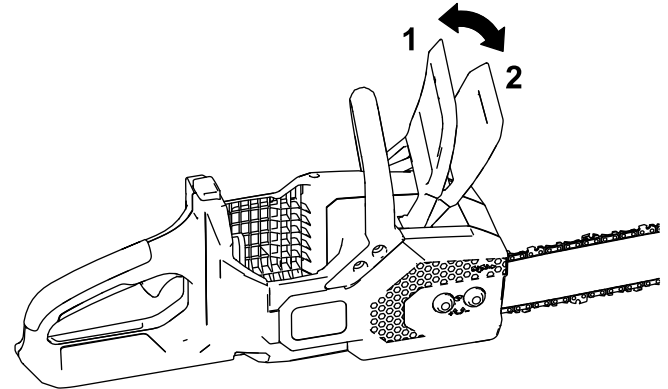

Figura 28
1. Ponga el freno de la cadena moviendo el freno de la cadena hacia adelante a la posición de PARADA (Figura 28).
4. Quite el freno de la cadena moviendo el freno de la cadena hacia atrás, a la posición de MARCHA (Figura 28).
4. Asegúrese de que el freno de la cadena esté en la posición de MARCHA (Figura 28).